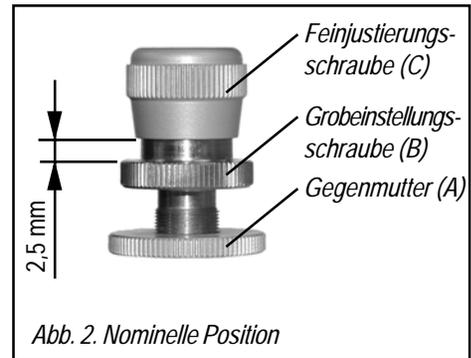

Abb. 2. Nominelle Position
Kontrollieren Sie, dass die Feinjustierungsschraube (C) sich in ihrer nominellen Position von etwa 2,5 mm gemäß der Abbildung befindet (Abb. 2).
1. Lösen Sie die Gegenmutter (A)
2. Bringen Sie die Grobeinstellungsschraube (B) in die gewünschte Position.
3. Ziehen Sie die Gegenmutter (A) an.